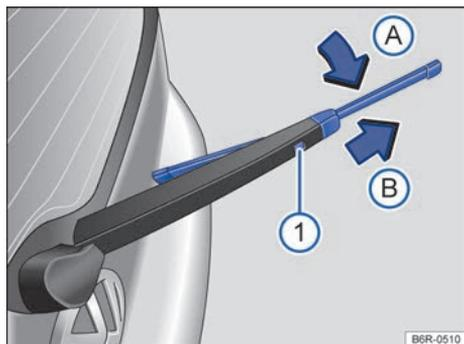

Fig. 114 Sustituir la escobilla del limpiaparabrisas.
- Mantenga pulsada la tecla de desbloqueo → fig. 114 ⓘ.
- Girar la escobilla del limpiavidrio en la dirección del brazo del limpiador → fig. 114 (flecha A) y, al mismo tiempo, quitar en el sentido de la flecha B. Para ello, podrá necesitarse un esfuerzo un poco mayor.
- Introduzca la nueva escobilla del limpiavidrio **del mismo tamaño y modelo** en el brazo del limpiavidrio en el sentido contrario a la flecha → fig. 114 B hasta que encaje. Para ello, el brazo del limpiador debe estar en la posición rebajada (flecha A).